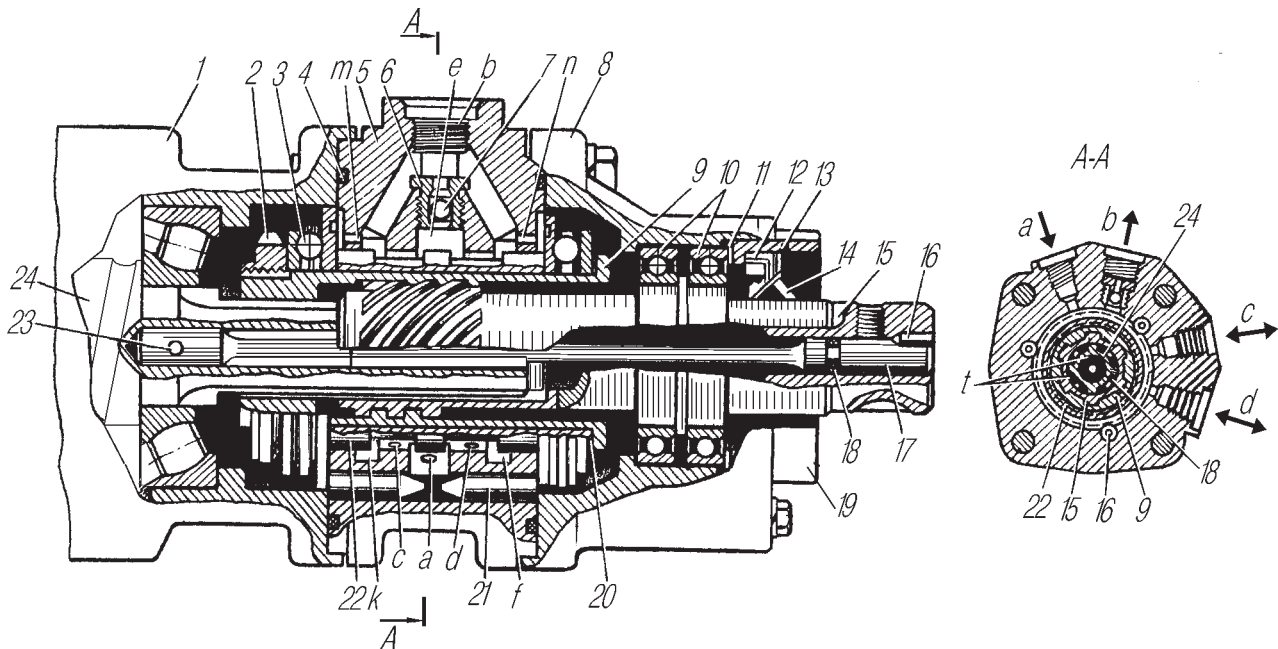

Рис. 60. Распределитель гидроусилителя руля:
Распределитель (рис. 60) установлен на рулевом механизме.
Рабочая жидкость от насоса поступает к средней канавке «e» (см. рис. 60). Поскольку в этом положении золотника канавки «e», «k» и «f» соединяются между собой, то масло, заполняя их и реактивные камеры, из распределителя через крайние канавки «k» и «f» и отверстие «b» сливается в масляный бак.
Из штоковой полости усилительного механизма жидкость по трубопроводам, через канал «с» (см.рис. 60) распределителя поступает в кольцевую канавку «k» и далее через отверстие «b» сливается в бак.
1. Перед регулировкой натяга в подшипниках 14 закрепите рулевой механизм в тисках за проушины картера, отсоедините карданный шарнир 28 (см.рис. 57). Вращением вала 15 (см.рис. 60) установите гайку-рейку 8 (см.рис. 59) и сектор 1 в одно из крайних положений. Определите момент, необходимый для проворачивания вала 15 (см.рис. 60) из крайнего положения в среднее (вал проворачивайте на угол примерно 30°). Если момент меньше 0,9 Н.м (0,1 кгс.м), отрегулируйте натяг в подшипниках 14 (см.рис. 59), уменьшив количество прокладок 12. После регулировки момент, необходимый для проворачивания вала 15 (см.рис. 60), должен быть в пределах 0,9-1,5 Н.м (0,1-0,15 кгс.м).
После установки крышек момент, необходимый для проворачивания вала 15 (см.рис. 60) в среднем положении, должен быть в пределах 2,7-4,1 Н.м (0,27-0,41 кгс.м).